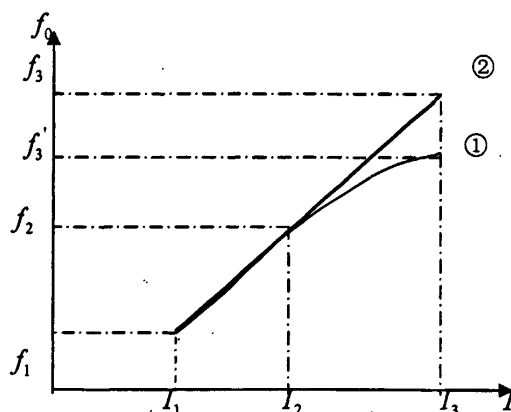

图 2: YTF 的非线性及补偿
实际上, 由于磁滞损耗、涡流损耗, 等多种原因, 在调谐频率的高端通带的中心频率偏离关系式 (1), 但这种偏离是有一定规律, 一般向下呈“C”形 (如图 2), 不同点偏移大小可测量, 这正是非线性补偿的依据。
在图 2 中②为理想的 YTF 调谐关系, 调谐频率与驱动电流成线性关系, ①为 YTF 实际的调谐曲线。可以认为频率在 f_1 和 f_2 之间与电流成比例, 当电流增大到 I_3 时理论频率应该是 f_3 ,